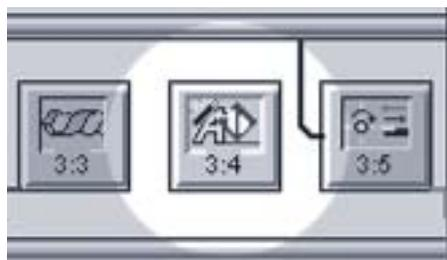

Fig. 1
3. Copiare tutte le operazioni del programma principale nel nuovo pezzo. Servirsi del copia-incolla di tutte le operazioni del suddetto programma. Le operazioni segnate dall'icona Assistente TB (fig. 1) non devono, di contro, essere copiate poiché è in questo tipo di operazioni che sono state effettuate le ottimizzazioni.